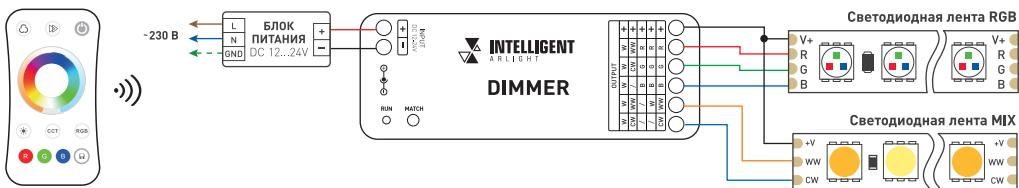

Рис. 1. Схема подключения диммера
- Подключите диммер согласно схеме на рис. 1.